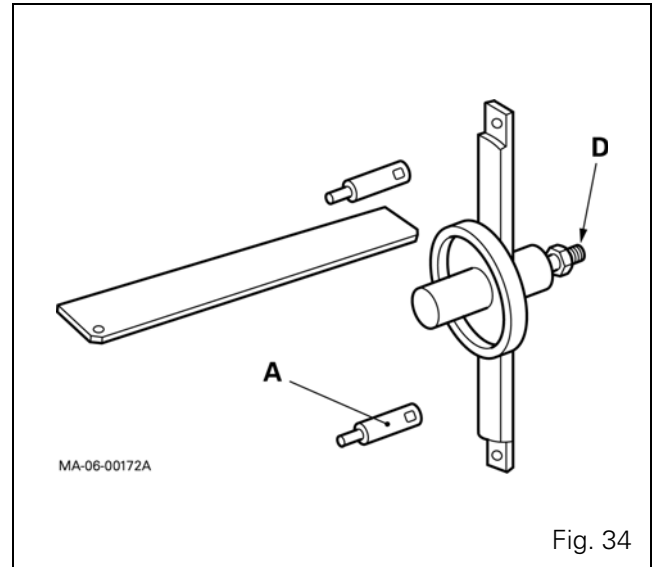

Fig. 34
- 3376847 M91 - Shimming tool (Fig. 34)